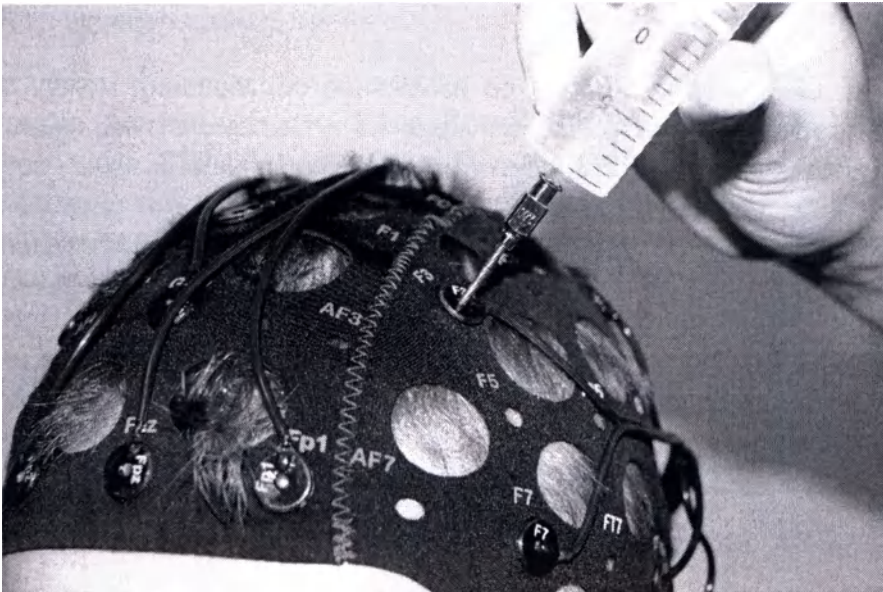

Рис. 25. Заполнение шапочки гелем
- 3) Заполните вмонтированные в шапочку электроды и, при необходимости, ушные электроды-клипсы токопроводящим гелем при помощи толстой тупой иглы, надетой на шприц (рис. 25).